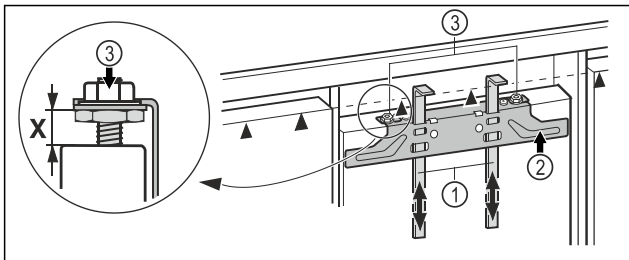

Fig. 44
- ▶ Montážní pomůcky Fig. 44 (1) vysuňte nahoru do výšky nábytkových dvířek. Spodní dorazová hrana ▲ montážní pomůcky = horní hrana montovaných nábytkových dvířek.
- ▶ Upevňovací příčník Fig. 44 (2) vyšroubujte přes pojistné matice Fig. 44 (3).